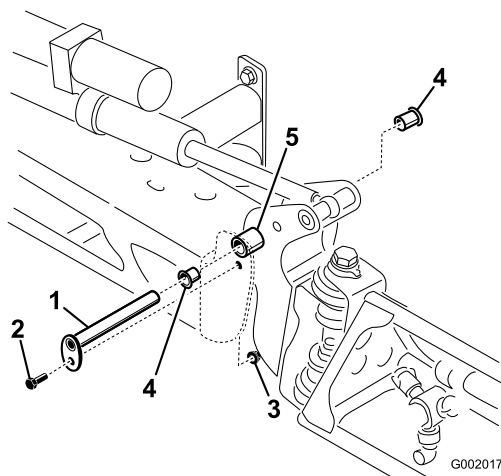

Figure 52
3. Lorsque le poids de la rampe est supporté, retirez le boulon et l'écrou de fixation de l'axe de pivot à l'ensemble rampe (Figure 52). Retirez l'axe de pivot.
5. Déposez et examinez les bagues en nylon à l'avant et à l'arrière du support de pivot (Figure 52). Remplacez les bagues défectueuses.
7. Montez l'ensemble rampe et support de pivot dans le bâti central en alignant les ouvertures (Figure 52).